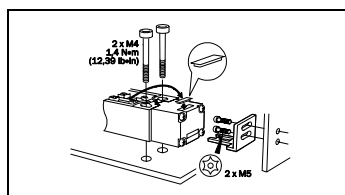

Fig. 1 : Montage de l'interrupteur de sécurité
- Fixer l'interrupteur de sécurité avec 2 vis M4, serrer à 1,4 Nm (voir Fig. 1).